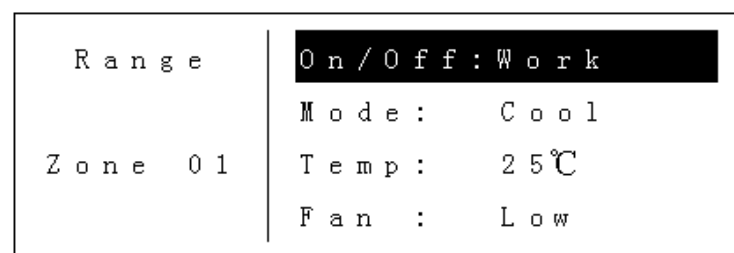

Рис. 4.15
- ◇ На дисплее справа отражаются параметры для управления (рис.4.15)